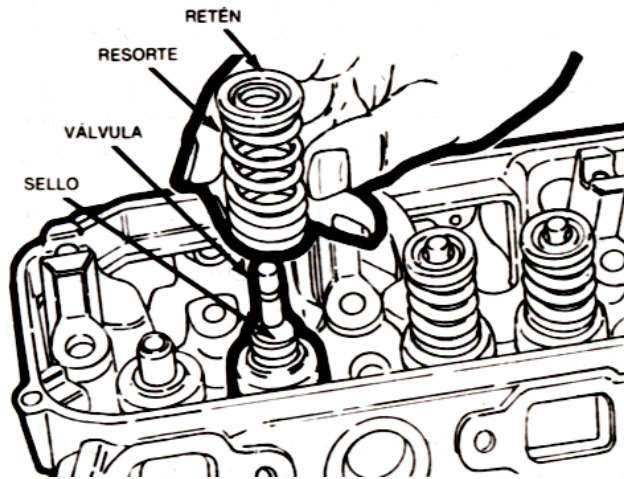

Fig. 3.24 Instalación de los sellos de los vástagos de las válvulas
13. Instale los sellos de los vástagos de las válvulas: Debido al diferencial de presión que existe en los extremos de las guías de las válvulas de admisión (presión atmosférica arriba, vacío del múltiple abajo), hay succión de aceite a través de las guías de las válvulas. Al instalar los sellos, asegúrese de que pueda pasar una pequeña cantidad de aceite por el sello para lubricar las guías. (Ver Fig. 3.24)